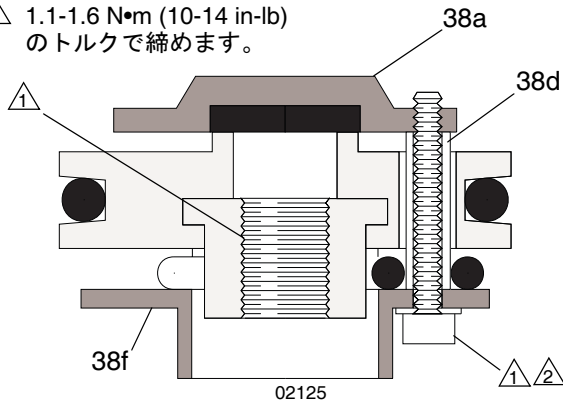

図 12
- バルブプレートスペーサー (38d) が破損している場合、バルブプレート (18a, 18f) 間およびシートの正しいクリアランスを維持するために、3 つすべてを交換してください。図 12 を参照してください。